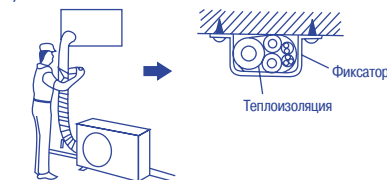

Рис. 22
(1) Соберите трубопроводы, дренажный шланг и кабель (если это допускается действующими стандартами) в жгут и оберните его белой декоративной лентой.
(2) Оберните лентой часть жгута, расположенную снаружи помещения, начиная от наружного блока (рис. 22).